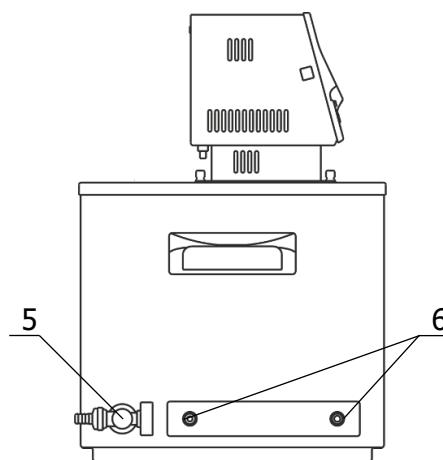

Рисунок 4 — Левая панель термостата
2.2.7 Для работы термостата при температурах теплоносителя, близких к окружающей температуре, может потребоваться дополнительное охлаждение с помощью встроенного теплообменника. В этом случае необходимо подключить термостат к водопроводной сети или к низкотемпературному термостату при помощи шлангов, присоединенных к штуцерам теплообменника 6 (рисунок 4). Поток охлаждающей жидкости должен быть равномерным и, по возможности, небольшим. Дополнительное охлаждение не требуется, если температура теплоносителя выше температуры окружающей среды более чем на 15 °C.
2.4.2 Надеть сливной шланг из комплекта поставки на сливной кран 5 (рисунок 4) и закрепить его хомутом. Свободный конец шланга опустить в емкость для сбора теплоносителя объемом, превышающим объем термостата.